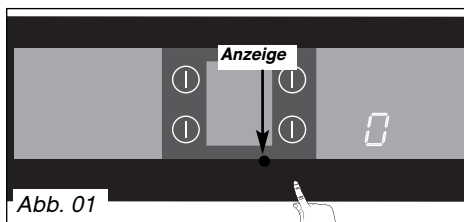

Abb. 01
– Eine nicht verwendete Kochzone auswählen. *Es wird eine 0* angezeigt und die Anzeige der ausgewählten Zone leuchtet (Abb. 01).